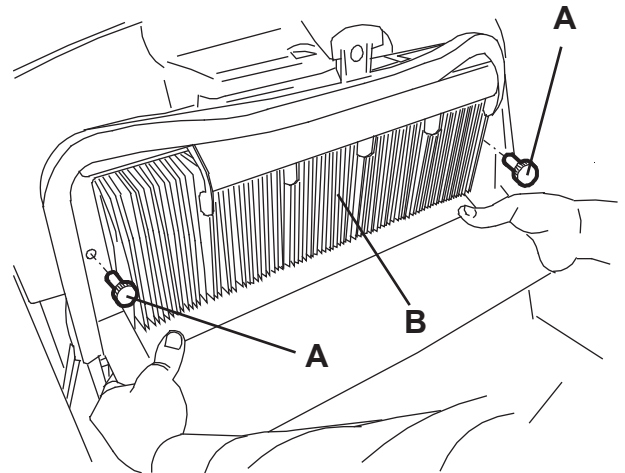
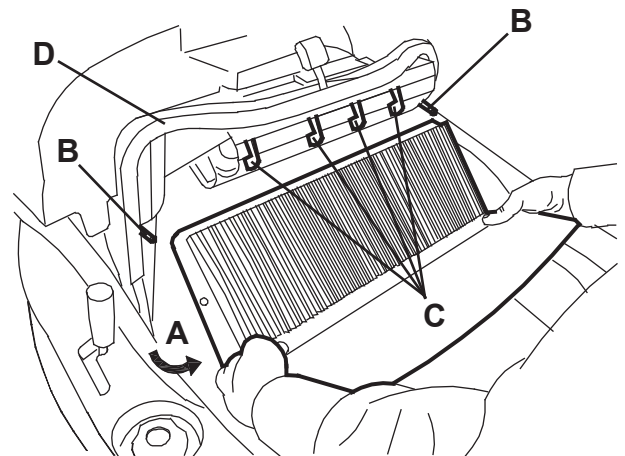

Figure 8
Figure 9
2. Positionner l'interrupteur général (1) sur "0".
3. Déposer le conteneur déchets (9).
4. Dévisser les pommeaux (A, Fig. 8).
5. Saisir le filtre à poussière (B) comme indiqué dans la figure.
6. Déposer le filtre à poussière en le tournant dans la direction de la flèche (A, Fig. 9) pour le dégager des pivots (B), puis le baisser pour le dégager des peignes (C) du secoueur.
8. A l'extérieur, dans un endroit approprié, nettoyer le filtre en le secouant sur une surface horizontale et propre, en battant le côté (D) opposé à celui du joint (E). Compléter le nettoyage à l'aide d'un jet perpendiculaire d'air comprimé (F) (6 bars maximum), en soufflant uniquement du côté du joint (E) à une distance minimum de 30 cm.
11. Nettoyer le joint en caoutchouc (E) du filtre le long du périmètre et en vérifier l'intégrité et l'étanchéité. Dans le cas contraire, remplacer le filtre.
12. Nettoyer le joint (D, Fig. 9) du conteneur déchets le long du périmètre et en vérifier l'intégrité et l'étanchéité. Dans le cas contraire, en effectuer le remplacement.